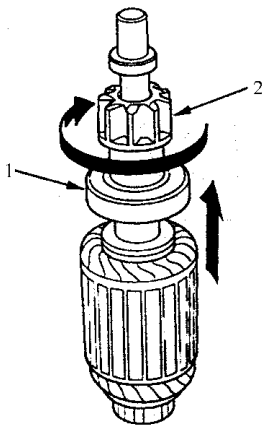

图 9-24 旋转检查超速离合器
- 2) 如图 9-24 所示，沿两个方向旋转超速离合器。它是否沿一个方向被锁住；而在相反方向上旋转自如。如果它在任一方向上均不锁止或者在两个方向上均锁止，则予以更换。